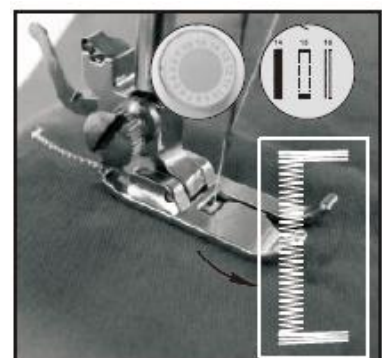

Abb. 17
- 4) Odaberite ubod br. 15, zatim uključite prekidač i šivajte 5 do 6 uboda malom brzinom, a zatim isključite prekidač (Abb. 17).